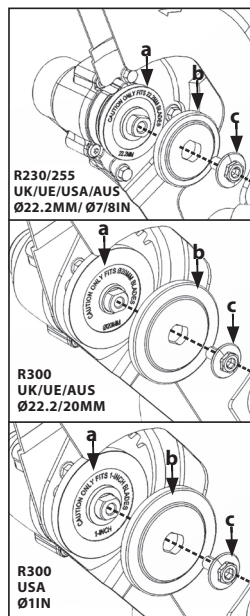

FIG. 1
- Installare la flangia della lama (a) sul lato interno della lama. (Fig. 1)
- Installare la frangia esterna della lama (b) e inserire il relativo dado (c) idoneo al proprio utensile sul mandrino stesso. (Fig. 1)